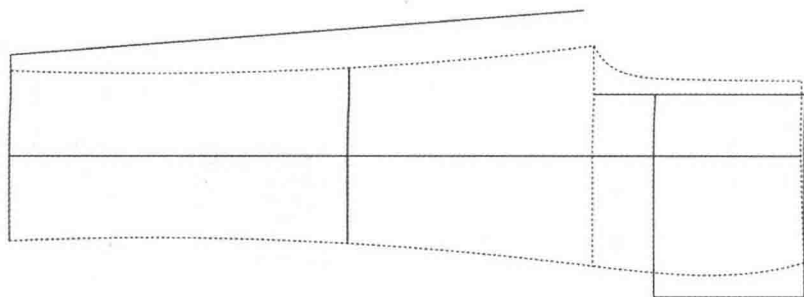

图 7-35 画后片内侧缝线
(29) 选择 【智能笔】工具将横裆端点与裤口端点连接，并用 【调整】工具调顺后片内侧线（图 7-35）。